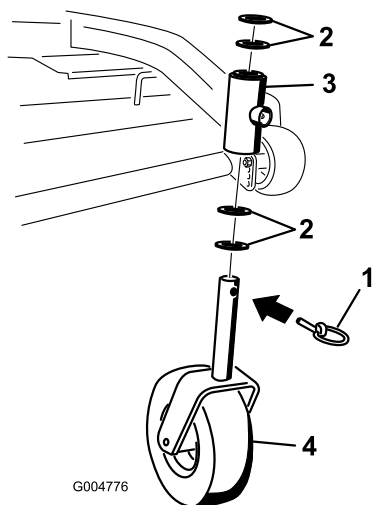

Figura 33
2. Retire el pasador de bloqueo y los espaciadores de la parte superior de la horquilla de la rueda giratoria (Figura 33).
6. Inspeccione la horquilla de la rueda giratoria para determinar si está desgastada y cámbiela de ser necesario (Figura 33).
7. Deslice la horquilla a través de los casquillos del tubo de montaje. Cambie los espaciadores de la horquilla y sujételos con el anillo de retención (Figura 33).